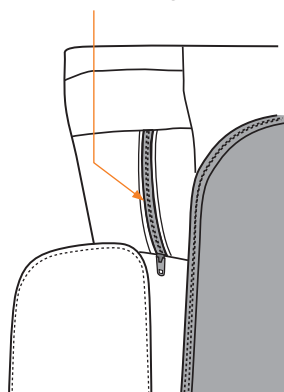

Fig.15
1. Repérez la poche à fermeture à glissière à l'arrière du coussin corporel situé dans la région de l'épaule gauche (Fig. 15).